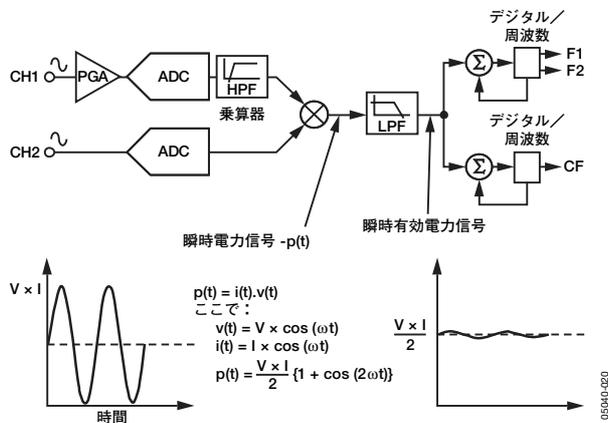

図22. 信号処理のブロック図
有効電力の計算には、瞬時電力信号を利用します。瞬時電力信号を生成するには、電流信号と電圧信号を直接乗算します。ここから有効電力成分（DC成分）を抽出するには、瞬時電力信号にローパス・フィルタをかけます。図22に瞬時有効電力信号を示しますが、瞬時電力信号にローパス・フィルタをかけて有効電力情報を抽出する方法も示しています。この方法を使用することで、あらゆる力率で非サイン波の電流と電圧に対する有効電力が正しく計算できます。信号処理はすべてデジタル領域で実行されるため、温度と時間の変化に対して優れた安定性が得られます。
パルス出力のキャリブレーション周波数 (CF) は、キャリブレーションで使用するためのものです。CFの出力パルス・レートは、F1とF2のパルス・レートの最大2048倍まで増大できます。低いF1-4周波数を選択するほど、CFの倍率が大きくなります。表7に、ロジック入力S0、S1、SCFの状態に応じて2つの周波数の関係がどのようになるかを示します。パルス・レートの出力から周波数を得ます。ただし、出力周波数が高いため、有効電力情報はきわめて短い時間で積算されます。したがって、デジタル/周波数変換で実行されるアベレージングは少なくなります。有効電力信号のアベレージングが大幅に減少すれば、CF出力は電力変動に敏感になります (図22を参照)。